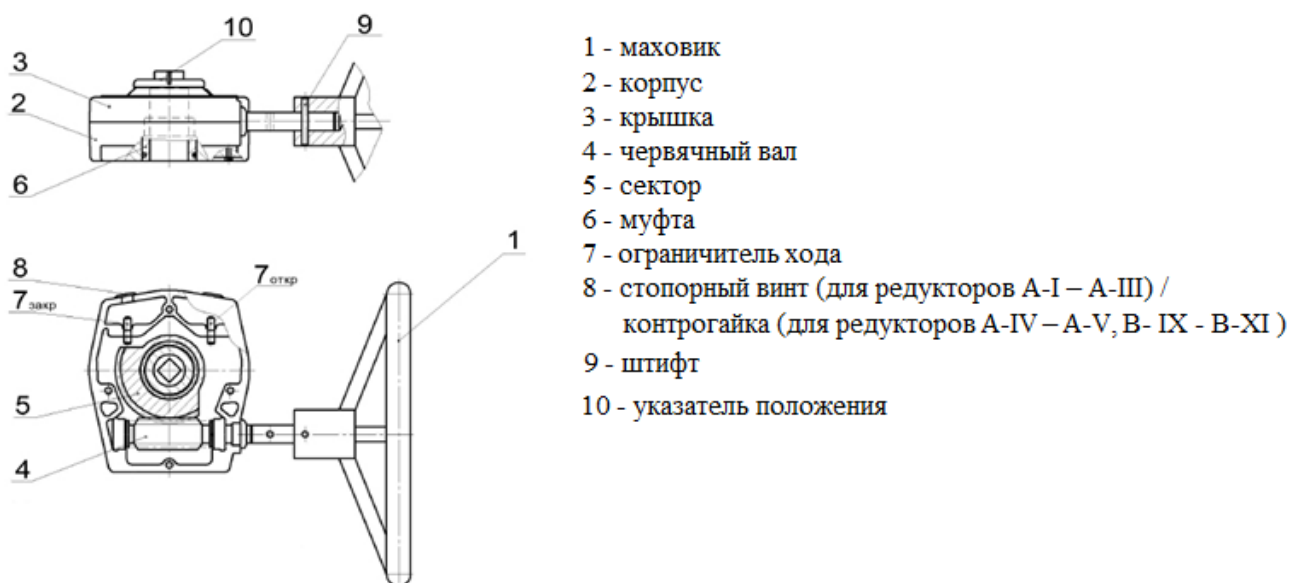

Рисунок 1. Конструкция изделия
2.3.1.1. Перевести арматуру в положение «ЗАКРЫТО», поворачивая маховик редуктора по часовой стрелке. Отвернуть стопорный винт 8 (рис.1). Отрегулировать винт ограничения хода 7закр. (рис.1) до соприкосновения с сектором 5 (рис.1). Завернуть стопорный винт 8 (рис.1).
2.3.1.2. Перевести арматуру в положение «ОТКРЫТО», поворачивая маховик редуктора против часовой стрелки. Отвернуть стопорный винт 8 (рис.1). Отрегулировать винт ограничения хода 7откр. (рис.1) до соприкосновения с сектором 5 (рис.1). Завернуть стопорный винт 8 (рис.1).
2.3.2.1. Перевести арматуру в положение «ЗАКРЫТО», поворачивая маховик редуктора по часовой стрелке. Отвернуть контргайку ограничителя хода 8 (рис.1). Отрегулировать винт ограничителя хода 7закр. (рис.1) до соприкосновения с сектором 5 (рис.1). Завернуть контргайку 8 (рис.1).
против часовой стрелки. Отвернуть контргайку ограничителя хода 8 (рис.1). Отрегулировать винт ограничителя хода 7откр. (рис.1) до соприкосновения с сектором 5 (рис.1). Завернуть контргайку 8 (рис.1).